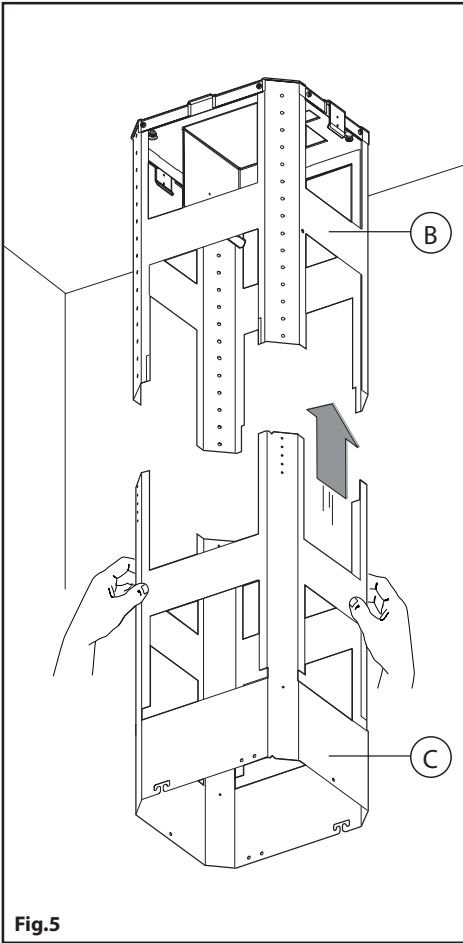

Fig.5
- Prendre la partie inférieure de la structure télescopique **C** et l'insérer sur la partie supérieure **B** (**Fig.5**).